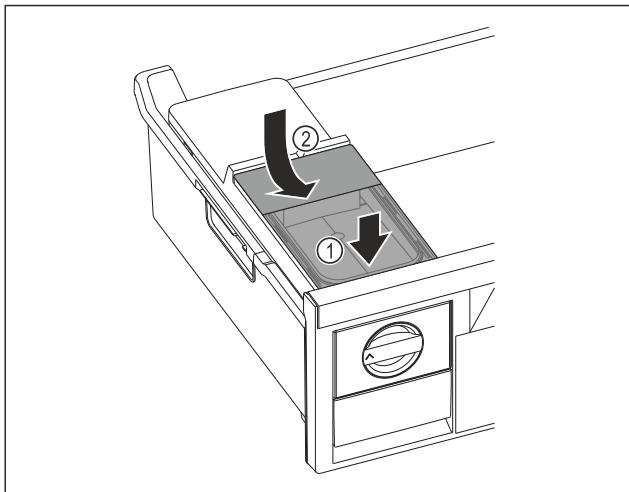

Fig. 122
- Помістити бак для води спереду. Fig. 122 (1)
- Опустити бак для води ззаду. Fig. 122 (2)